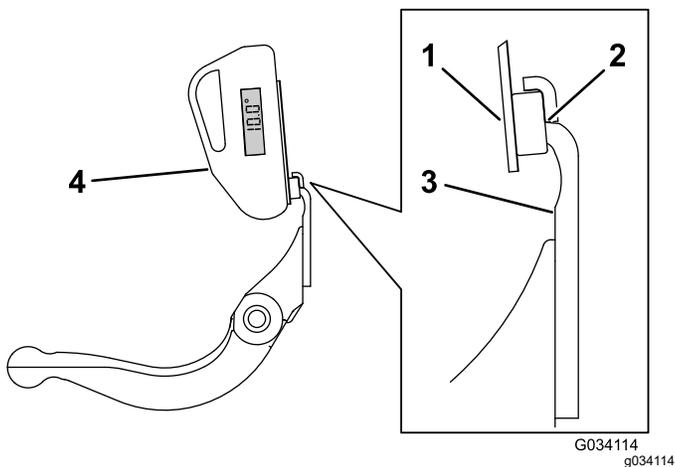

Figura 23
3. Coloque a montagem do indicador de ângulo na extremidade da lâmina de corte para que a extremidade do íman fique alinhada com a extremidade da lâmina de corte (Figura 23).
4. Coloque o indicador de ângulo na montagem, como se mostra na Figura 23.